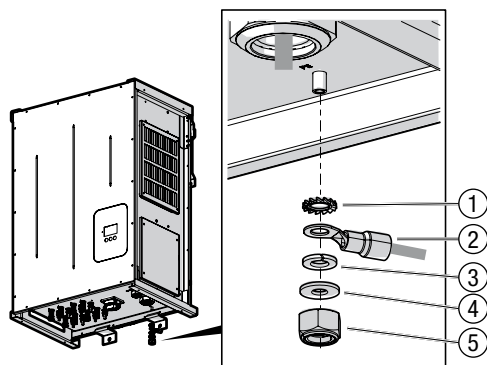

Bild 14 Anschluss des 2. Schutzleiters (optional)
- Montagereihenfolge (siehe Bild 14): Zahnscheibe M5 (Pos. 1), Kabelschuh (Pos. 2), Unterlegscheibe M5 (Pos. 3), Federring M5 (Pos. 4), Sicherungsmutter M5 (Pos. 5)